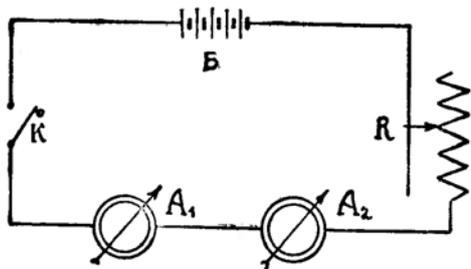

Рис. 214.
градуировки эталонный амперметр включают в электрическую цепь, состоящую из аккумуляторной батареи, реостата (R) и градуируемого амперметра, как показано на рисунке 214, и, замкнув ключ K , сравнивают при различных значениях R показания эталонного и градуируемого амперметров. Если эталонного амперметра нет, градуировку амперметра можно произвести по той же схеме рис. 214, включив вместо амперметра прибор, называемый вольтметром.